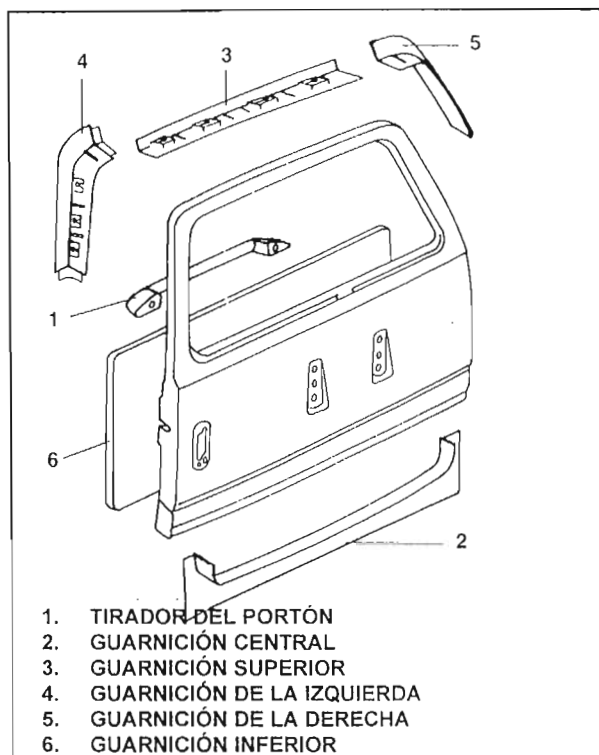

Fig.3 – Portón trasero
3. RETIRADA/ INSTALACIÓN DE LAS GUARNICIONES INTERIORES DEL PORTÓN TRASERO (Fig.3)